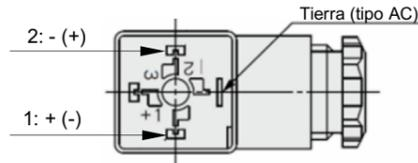

Figura 7. Pins de conector DIN
- Apriete los tornillos y racores conforme a la Figura 7.